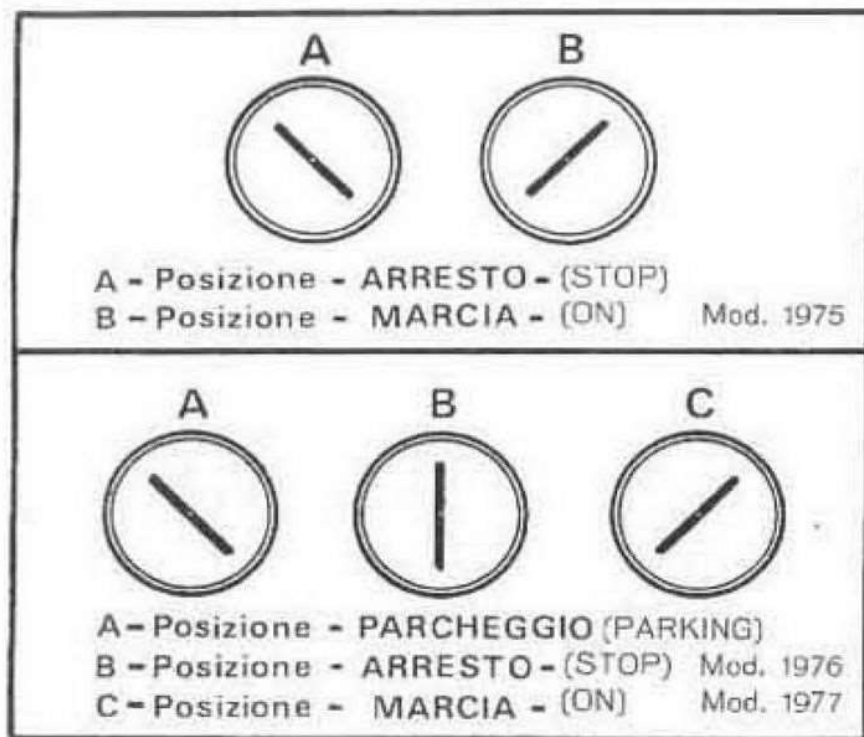

Fig. 42
5) Interruttore chiave (vedi fig. 42)
5) Key switch (see fig. 42)